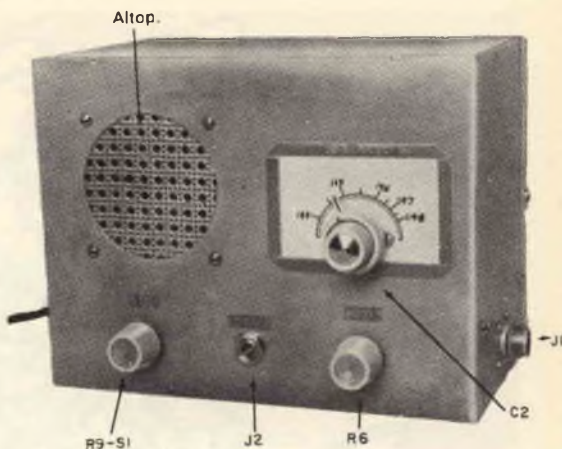
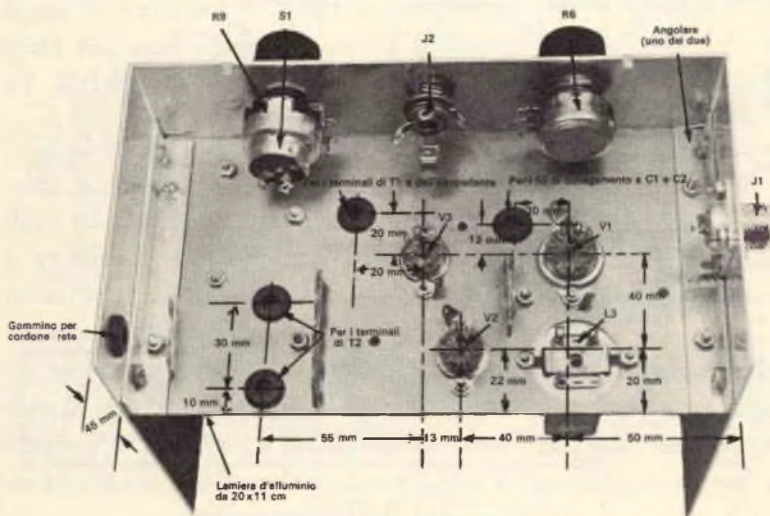

Fig. 3 - I controlli sul pannello sono diretti e funzionali per ottenere una manovra assai facile ed efficace.
Fig. 5 - Le misure qui riportate sono molto importanti e devono essere osservate scrupolosamente data l'altissima frequenza di lavoro del ricevitore per i 2 m.
La disposizione delle parti è visibile nella fig. 2, nella fig. 4 e nella fig. 5; è opportuno,
**Taratura** - Dopo aver terminato il montaggio, controllate accuratamente tutti i collegamenti con l'aiuto della fig. 3, della fig. 4 e della fig. 5. Quindi inserite la spina in una presa di rete, accendete ed aspettate per dieci minuti che l'apparecchio si riscaldi. Portate il controllo di volume al massimo ed aumentate il controllo di reazione finché udrete nell'altoparlante il soffio caratteristico della superreazione.